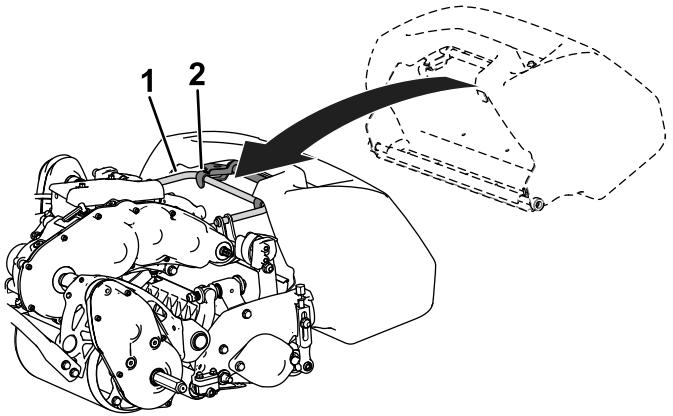

Bild 4
2. Schieben Sie die Fangkorblippe zwischen den Seitenplatten der Schneideeinheit und über die Frontrolle ein (Bild 4).
3. Befestigen Sie die Fangkorbhaken über dem Rahmenbügel (Bild 4).